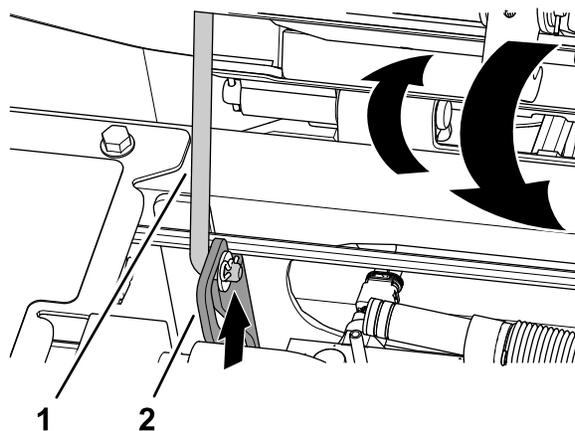

图 66
1. 稍微转动座椅将支撑杆从座椅支架槽的凹陷处提起图 66。